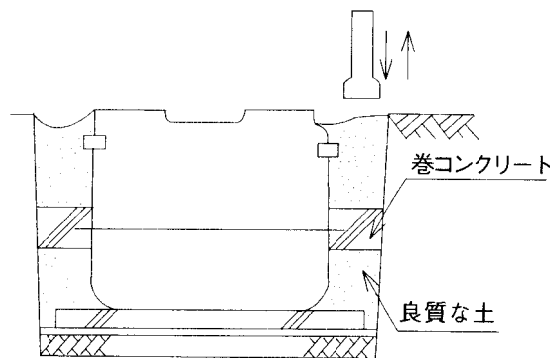

図6
- ③ 湧水のある場合は、フランジ（浮上防止）のまわりに巻コンクリートを施工してください。(図6参照)